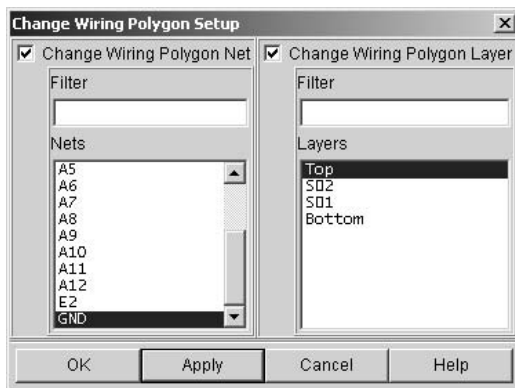

Рис.9.8.4
1. Щелкнуть ЛК по полигону, который надо подключить к цепи Корпус. ПК и в меню **Interactive Routing** выполнить команду **Change Polygon Mode**. Далее из контекстного меню выполнить **Setup Change Polygon**. В открывшемся окне **Change Wiring Polygon Setup** в левой части в списке цепей выбрать цепь GND, а в правой слой, например, **Top**. Нажать **Apply** и ОК (рис.9.8.4).